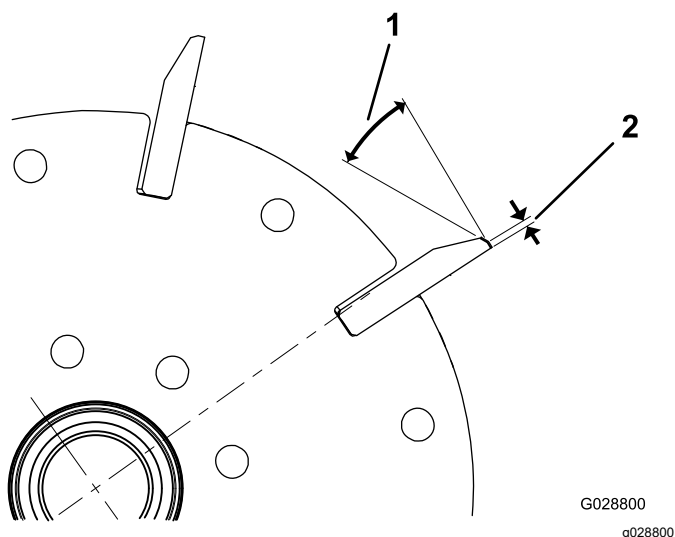

Figure 38
1. Créez un angle de dépouille de 30° sur toutes les lames du cylindre jusqu'à obtention d'une facette de 1,3 mm de largeur (Figure 38).